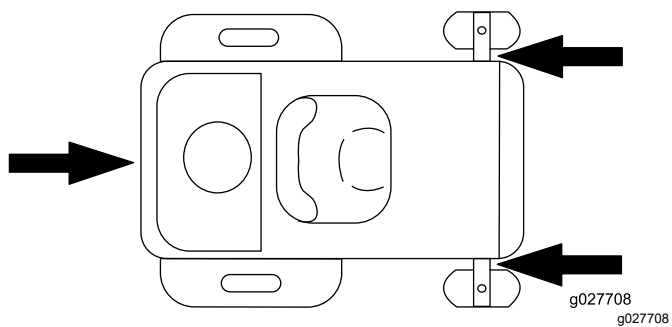

Figure 35
- Arrimez la machine près des roues pivotantes avant et du cadre arrière à l'aide de sangles, chaînes, câbles ou cordes (Figure 35). Voir la réglementation locale concernant les exigences en matière d'arrimage.